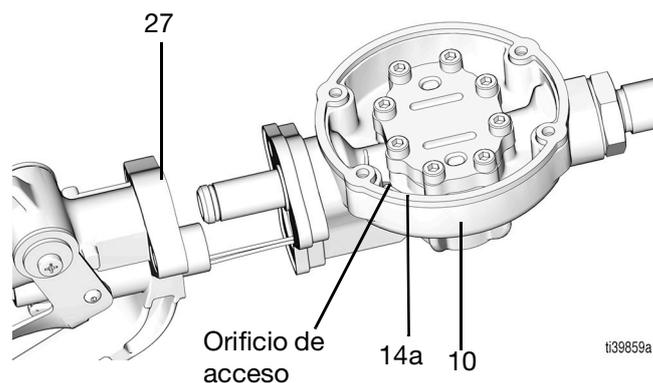

FIG. 20
8. Separe el alojamiento de la válvula (27) del alojamiento del medidor (10) introduciendo simultáneamente los cables de solenoide (14a) en el orificio de acceso al alojamiento del medidor (10) (FIG. 20).
5. Monte el alojamiento de la válvula (27) y el alojamiento del medidor (10) tirando suavemente de los cables de solenoide (14a) a través del orificio de acceso del alojamiento del medidor (10), consulte la FIG. 20 en la página 13.